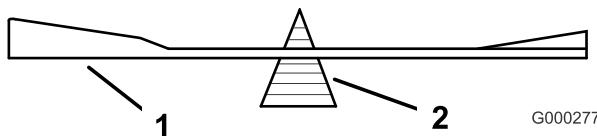
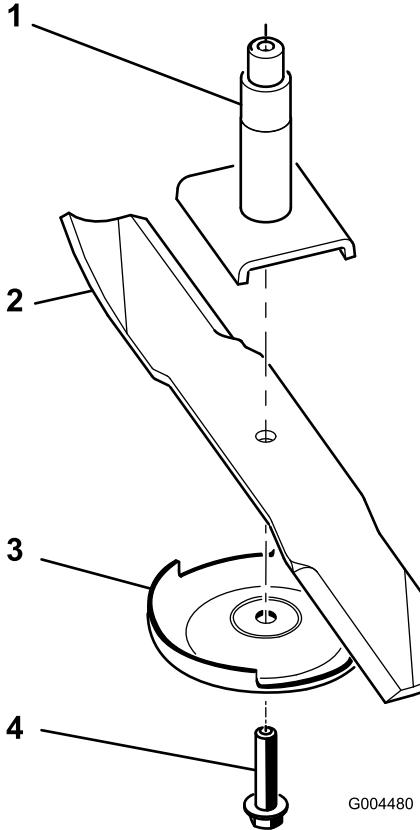

Figura 22
Figura 23
2. Retire del eje de la cuchilla el perno de la cuchilla, el protector de césped y la cuchilla (Figura 23).
2. Verifique el equilibrio de la cuchilla colocándola sobre un equilibrador de cuchillas (Figura 22). Si la cuchilla se mantiene horizontal, está equilibrada y puede utilizarse. Si la cuchilla no está equilibrada, rebaje algo el metal en la parte de la vela solamente (Figura 23). Repita este procedimiento hasta que la cuchilla esté equilibrada.
- Instale la cuchilla en el eje (Figura 23).
- Instale la placa protectora de césped y el perno de la cuchilla (Figura 23).